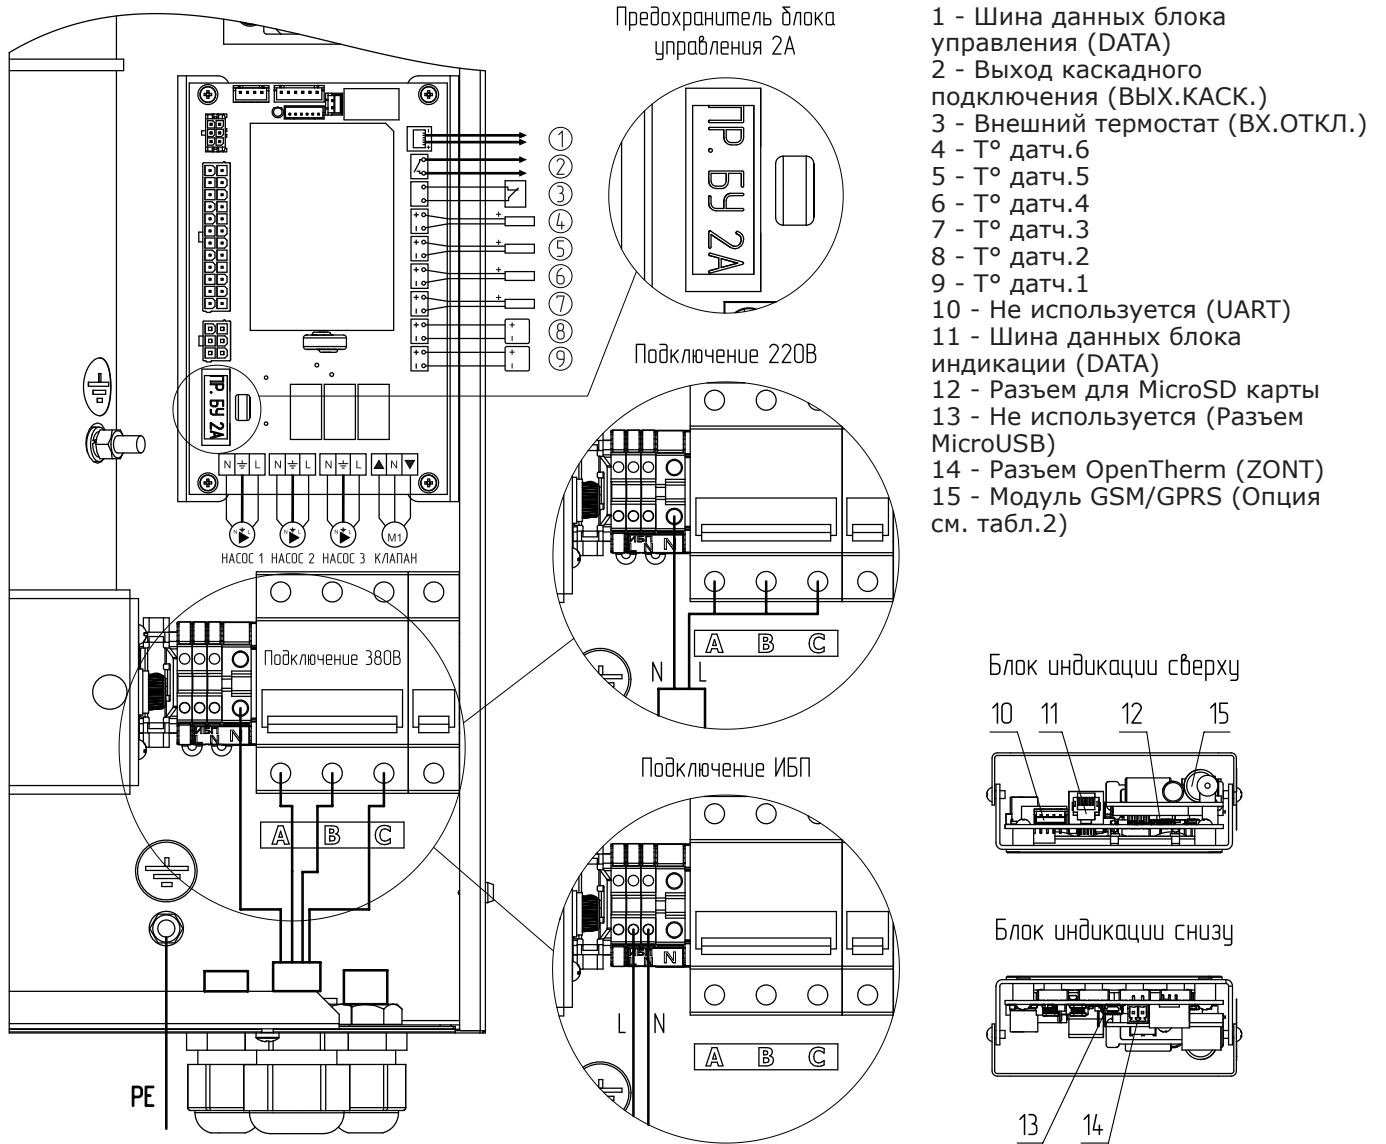
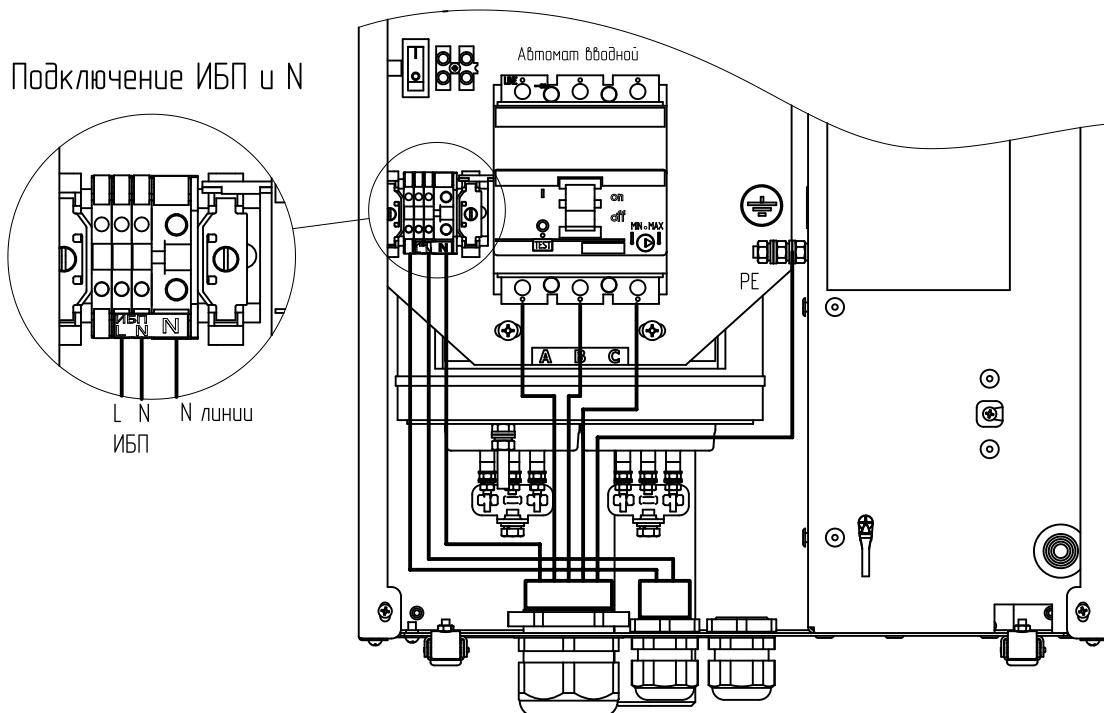

Рис.2. Схема подключения котлов ZOTA Solid 4,5-36
Рис.2.1. Схема подключения котлов ZOTA Solid 45-60
Для подключения циркуляционного насоса, датчиков температуры воздуха и воды, двигателя трехходового клапана, внешнего термостата на блоке управления (поз.9) имеются колодки разъёмного типа. На основании установлен силовой автомат (поз.13) с дистанционным расцепителем (поз.14), который отключает силовые питающие фазы при возникновении аварийных ситуаций. Выключатель (поз.15) установлен на основании и служит для отключения питания от блока индикации (поз.7), блока управления (поз.9) и циркуляционных насосов. Циркуляционные насосы подключены к питающей сети через предохранитель (поз.16). Схема присоединения котлов Solid к питающей сети, датчикам температуры, циркуляционному насосу и клапану приведена на Рис.2. Схема подключения к питающей сети котлов Solid от 45 до 60 кВт и котлов Solid от 70 до 100 кВт приведена на рисунке 2.1 и рисунке 2.2 соответственно.
- Подключить котел к трехфазной сети переменного тока 380 В, 50 Гц, для этого присоединить рабочий нулевой провод на клемму нейтраль (N) котла, фазные провода на клеммы А, В, С вводного автомата. Защитный нулевой провод (РЕ) подключить на болт «ЗАЕМЛЕНИЕ» (см. Рис.2 для Solid 4,5-36 кВт, Рис.2.1 для Solid 45-60 кВт и Рис.2.2 для Solid 70-100 кВт);
- При питании котла от однофазной сети переменного тока 220 В, 50 Гц присоединить рабочий нулевой провод на клемму нейтраль (N) котла, а фазный на клеммы А, В, С вводного автомата, защитный нулевой провод (РЕ) должен подключаться к клемме «ЗАЕМЛЕНИЕ» (см. Рис.2 для Solid 4,5-36 кВт, Рис.2.1 для Solid 45-60 кВт и Рис.2.2 для Solid 70-100 кВт).
Для соединения клемм А, В, С вводного автомата в комплекте имеется специальная перемычка (только для ZOTA «Solid» от 4,5 до 9 кВт), которая устанавливается на вводных клеммах автомата (см. Рис.2 для Solid 4,5-36 кВт, Рис.2.1 для Solid 45-60 кВт и Рис.2.2 для Solid 70-100 кВт);
- Подключить датчик температуры воздуха на улице к контактам (- +) клеммной колодки (Рис.2 поз.9, Т° датч.1), проводом с сечением не менее 0,5 кв.мм и длиной до 20 м. Установить датчик температуры воздуха на улице, в защищенном от солнечных лучей и осадков месте.
- Подключение датчика t° ГВС/воздуха контура 2 (Рис.2 поз.7, Т° датч.3), датчика t° воды клапана (Рис.2 поз.5, Т° датч.5) и датчика t° воздуха клапана (Рис.2 поз.4, Т° датч.6) производить в соответствии с Рис.2.
- Присоединить провода (L, N, заземление) от насосов к соответствующим контактам на клеммной колодке котла как показано на Рис.2. Мощность, потребляемая каждым насосом не должна превышать 200 Вт.
- При необходимости присоединить провода (откр_общ_закр) от двигателя трехходового смешивающего клапана к соответствующим контактам на клеммной колодке котла как показано на Рис.2. Мощность двигателя привода не должна превышать 20 Вт при напряжении ~220 В.